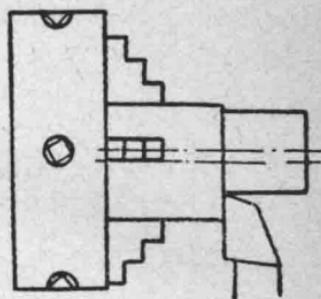

图13 偏心工件的車削方法。
6. 工件校正以后，把四个卡爪再擰紧一遍，开始車削（图13）。